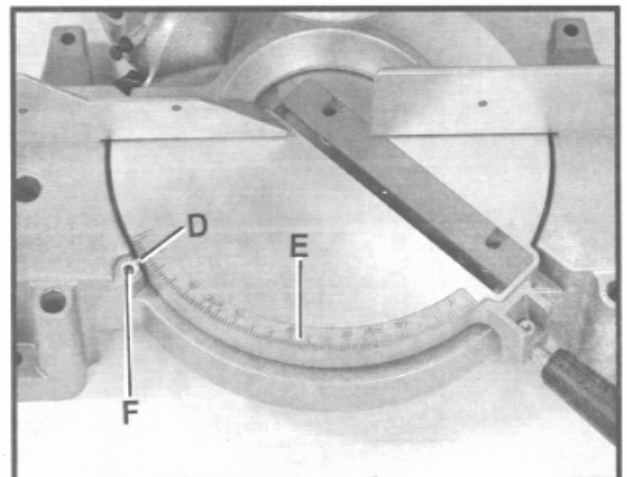

Fig. 15
Den Pfeil (D) Fig. 15 zeigt die aktuelle Gehrungsstellung des Sägetisches an. Jeder Strich der Skala (E) zählt ein Grad.
Wenn nötig kann der Pfeil (D) Fig. 15 eingestellt werden. Die Schraube (F) lösen, den Pfeil (D) einstellen und Schraube (F) festziehen.